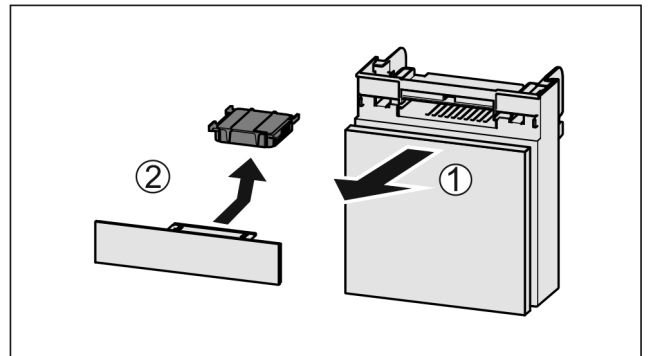

Fig. 143
- Lade vanaf de voorkant eruit trekken Fig. 143 (1).
- Actiefkoolfilter verwijderen Fig. 143 (2).